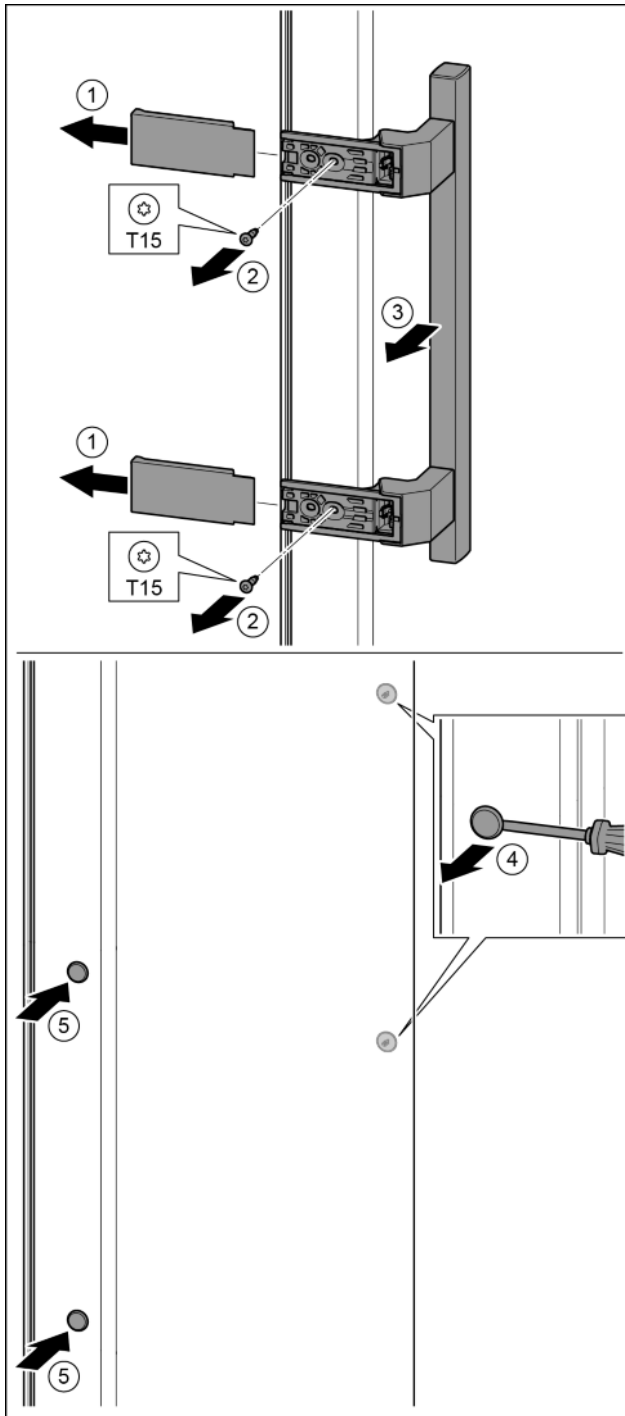

Fig. 19
- ▶ Retirer le cache. Fig. 19 (1)
- ▶ Desserrer les vis avec un tournevis T15. Fig. 19 (2)
- ▶ Déposer la poignée. Fig. 19 (3)
- ▶ Soulever délicatement le bouchon latéral avec un tournevis plat et le sortir. Fig. 19 (4)
- ▶ Remettre en place le bouchon de l'autre côté. Fig. 19 (5)